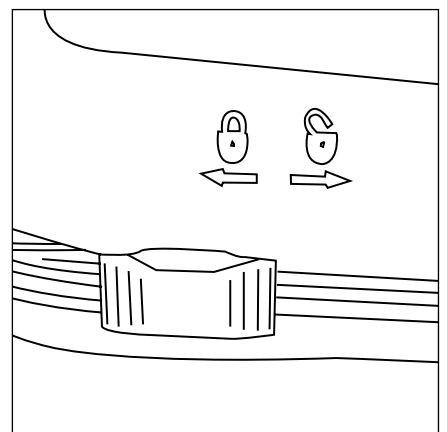

Figure 7
3. Placez le couvercle du boîtier sur son socle et faites glisser les six attaches jusqu'à ce qu'elles soient verrouillées (🔒) (**Figure 7**).